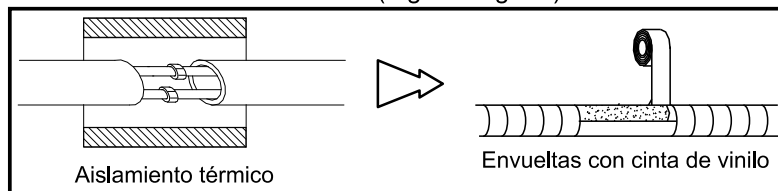
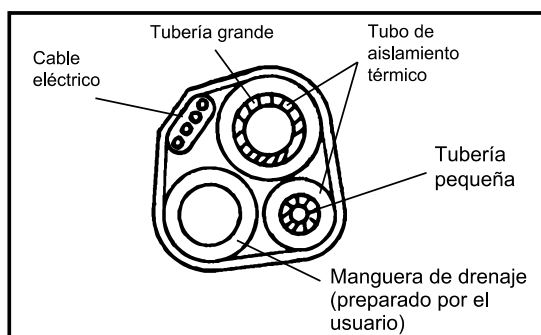

Fig. 15
Fig. 17
7) Después de conectar las tuberías según sea necesario, instale la manguera de drenaje. A continuación, conecte los cables eléctricos. Después de conectarlos, envuelva las tuberías, los cables y la manguera de drenaje con materiales de aislamiento térmico (Fig. 15-Fig. 17).